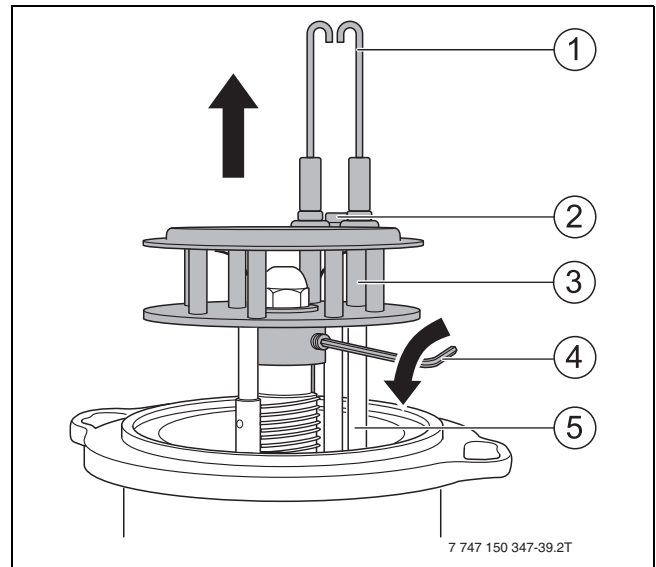

Bild 35 Mischsystem ausbauen
- ▶ Schraube (Bild 35, [2], Seite 23) zwischen den Zündelektroden lösen.
- ▶ Zündelektrode (Bild 35, [1], Seite 23) ausbauen.
- ▶ Mischsystem mit Gewindestift (→Bild 35[4], Seite 23) sichern.